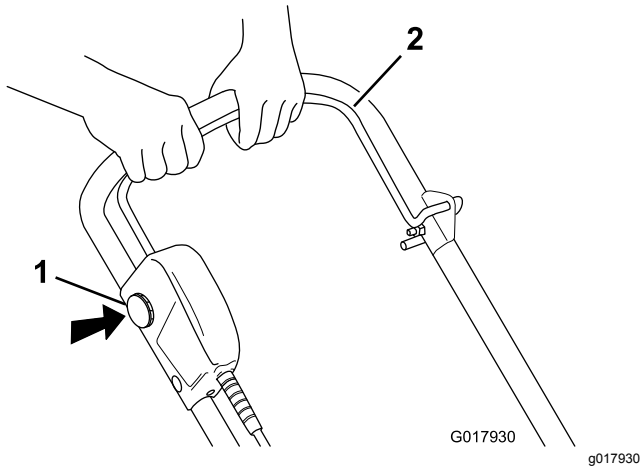

Figura 10
1. Para ligar o motor, insira a chave, pressione e mantenha pressionado o interruptor de segurança (chave) e aperte a barra de controlo de energia para a pega (Figura 10).